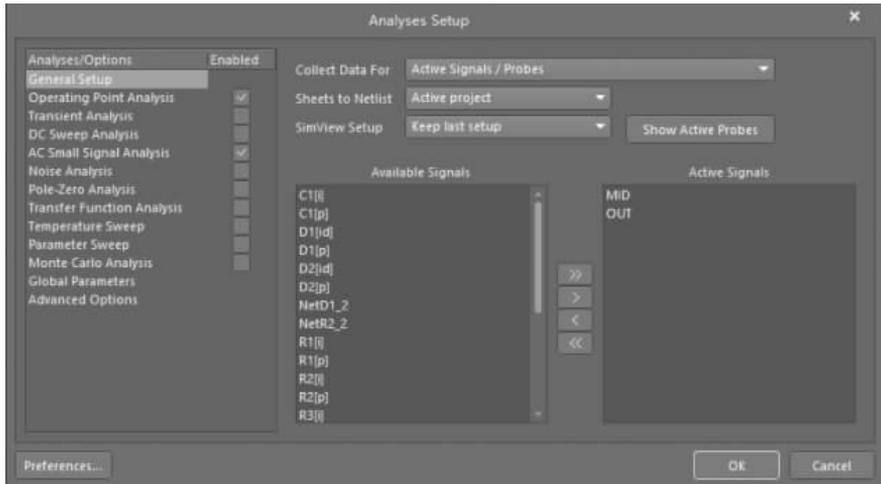

图 3-30 设置通用分析参数
- (1) 在 AD 主界面主菜单下选择 Design→Simulate→Mixed Sim。
- (2) 打开如图 3-30 所示的 Analyses Setup(分析设置)界面,按下面参数设置。
① 在 General Setup(通用设置)项内设置：
- 在 Available Signals(可用的信号)中选择 MID 和 OUT,将其添加到 Active Signals(活动信号),如图 3-30 所示。